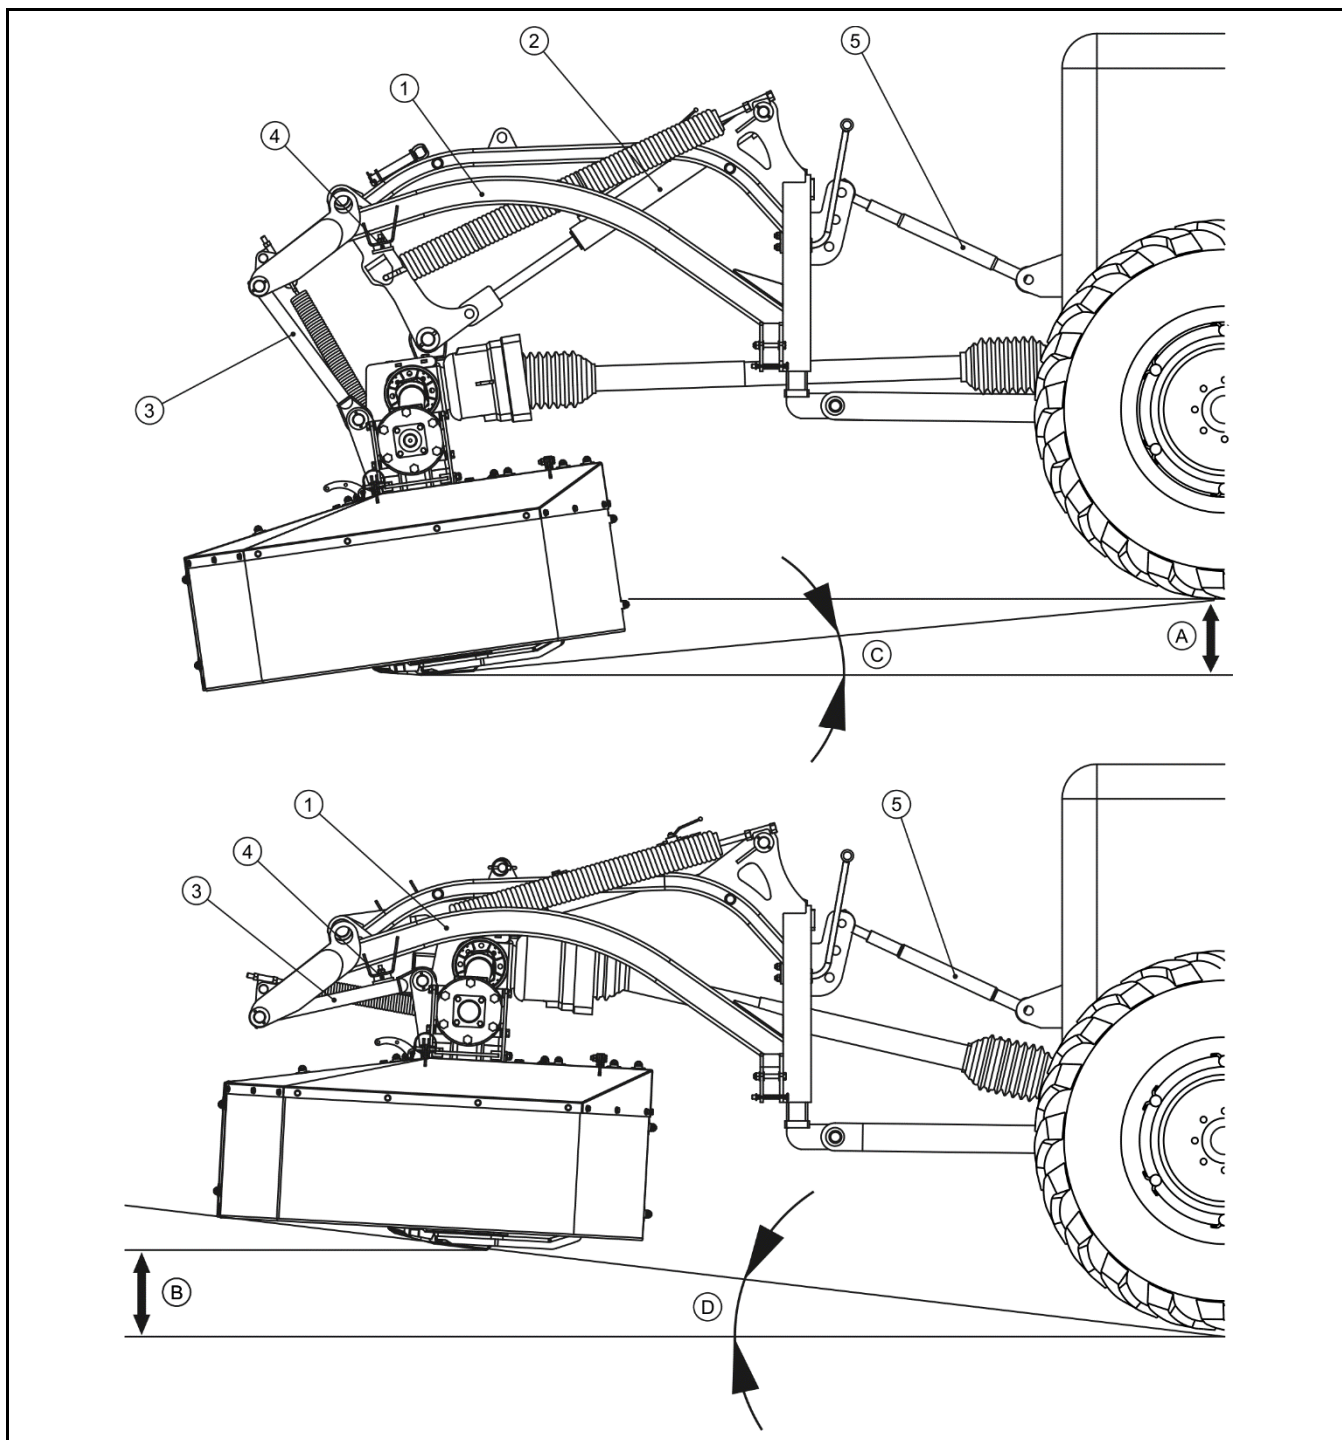

РИСУНОК 4.6 Рабочие положения передненавесной косилки
(1) рама навески, (2) гидроцилиндр, (3) тягово-сцепное устройство, (4) резиновый отбойник (5) верхнее сцепное устройство, (A), (B) перемещение режущего аппарата, (C), (D) угол отклонения режущего бруса.
Если косилка движется по наклонной плоскости, то режущий аппарат перемещается вниз по отношению к раме (1) (РИСУНОК 4.6). Одновременно с этим движением